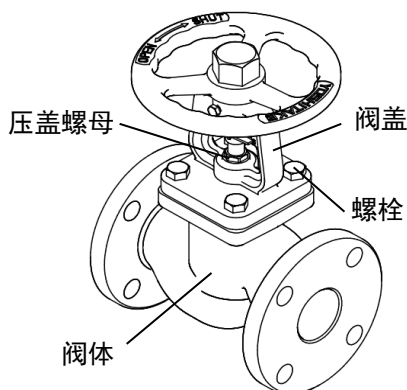

图 1
- 用于高温流体时（目测 200°C 以上）当温度上升至使用温度后，请拧紧螺栓（参考图 1）。拧紧前请先确认阀门处于开阀状态，使用扭力扳手分别在对角处拧紧螺栓。拧紧螺栓时请参照下表扭力值表，从低扭力开始阶段性地增加扭力。